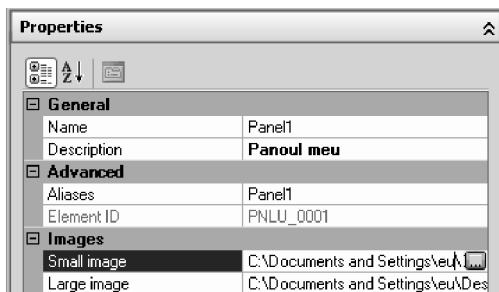

Fig. 5.58 Stabilirea proprietăților noului panou
5. În secțiunea **Properties**, pe linia *Description box* se tastează un text descriptiv al noului panou, de exemplu, „Panoul meu”, ca în Fig. 5.58.
6. În secțiunea **Button Image** se alege o pictogramă care va fi asociată panoului. Dacă se dorește folosirea unei pictograme create de utilizator, în secțiunea **Properties**, la sfârșitul uneia dintre liniile *Images*, se acționează butonul (...) și se navighează la locația fișierului dorit – Fig. 5.58. Pictograma aleasă poate fi previzualizată în secțiunea **Panel Preview**.